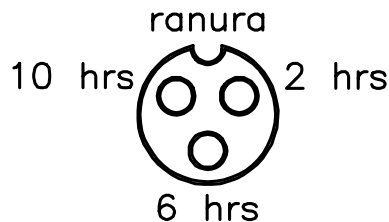

**FIGURA 9**
- 1) Coloque una marca con una tiza o cinta adhesiva en la rueda del vehículo en la que se instala el sensor de velocidad, como se muestra en la Figura 9.